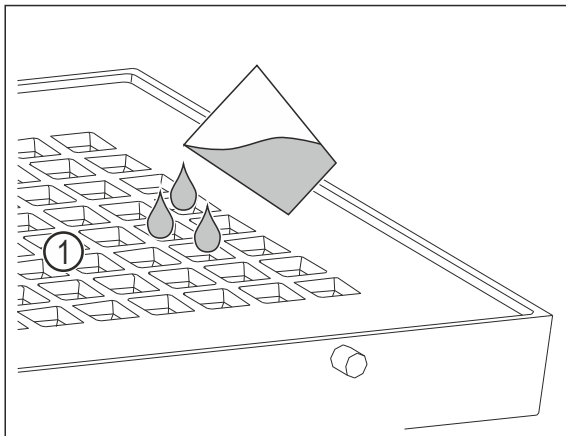

Fig. 158
- Dolijte maksimalno 400 ml vode iznad otvora Fig. 158 (1) u poklopcu.